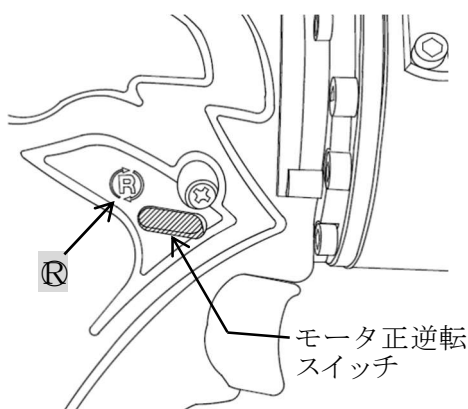

図5
2. モータの正逆転スイッチはR又はLマーク側を押し込み、正転、又は逆転にします。（図5）